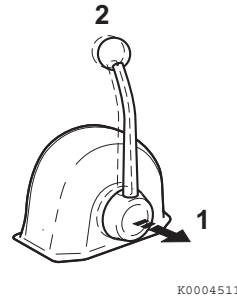

Figura 18
Quando o manípulo é puxado para fora (Figura 18, (1)), a velocidade do motor pode ser controlada sem engatar a embraiagem. A embraiagem mantém-se em NEUTRO, sem posição de carga. Vire botão (Figura 18, (2)) no sentido contra-rio ao dos ponteiros do relógio para mover o manípulo ou no sentido dos ponteiros do relógio para bloquear o manípulo.